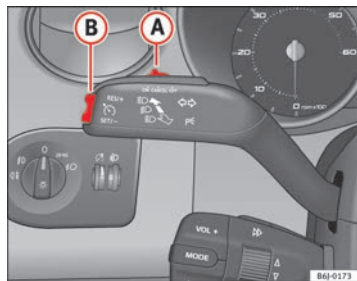

Abb. 112 Blinker- und Fernlichthebel: Schalter und Wippe für die Geschwindigkeitsregelanlage
- Drücken Sie den unteren Teil der Wippe **SET**  $\Rightarrow$  Abb. 112 **B** einmal kurz, wenn die zu speichernde Geschwindigkeit erreicht worden ist.